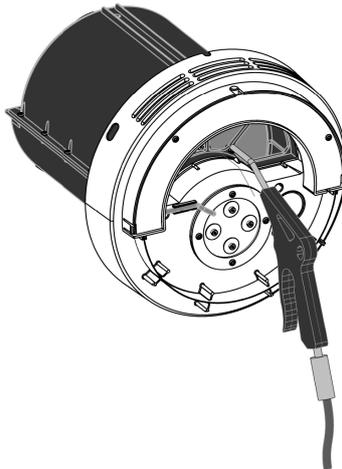

Figure 33 - Nettoyez soigneusement la centrale avec de l'air comprimé.
- Posez la centrale sur une surface plane. Détachez le couvercle intérieur. Pour nettoyer la centrale, soufflez doucement sur la partie extérieure avec de l'air comprimé (voir Figure 33 ci-dessous).